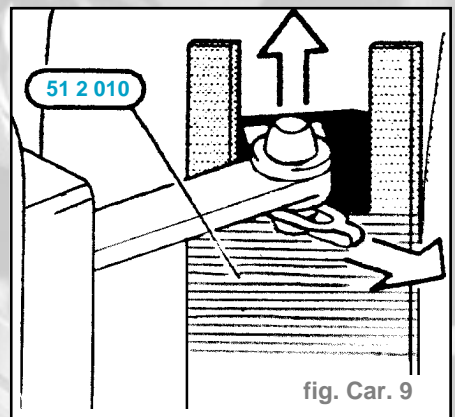

fig. Car. 9
- Positionner l'outil spécial 51 2 010 (fig. Car. 9).